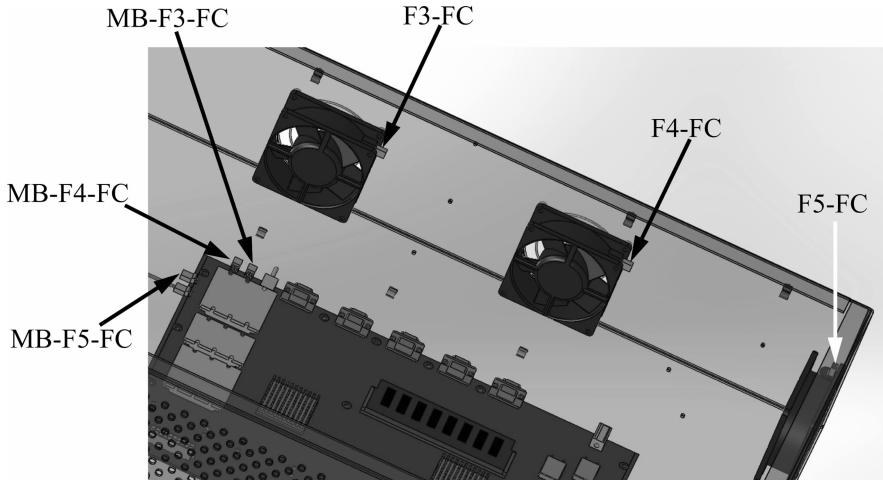

图 1-16 插入线束连接器设备
**步骤22 插入线束连接器设备** 插入 SOLIDWORKS 零件 connector (3pin) female. sldprt, 文件位于 Lesson01\Case Study 文件夹中, 添加到连接器, 如图 1-16 所示。